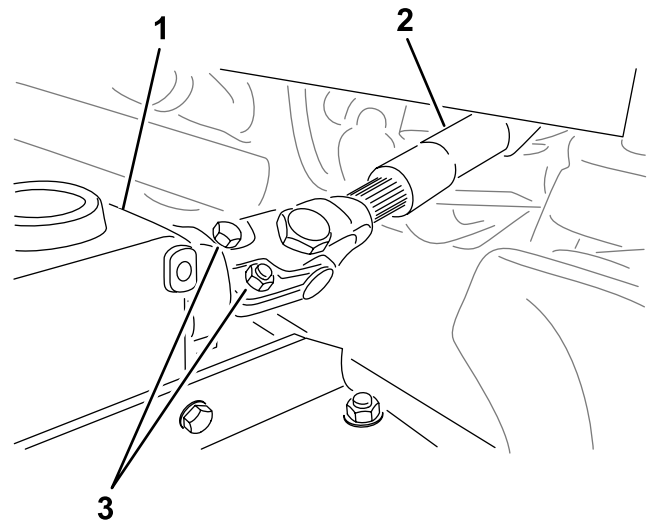

Figura 16
3. Quando installate l'albero della presa di forza alla scatola ingranaggi, montate ogni coppia di bulloni (5/16" x 2") e dadi (5/16") in maniera opposta l'uno con l'altro Figura 16 e serrate i dadi a 40 N·m.